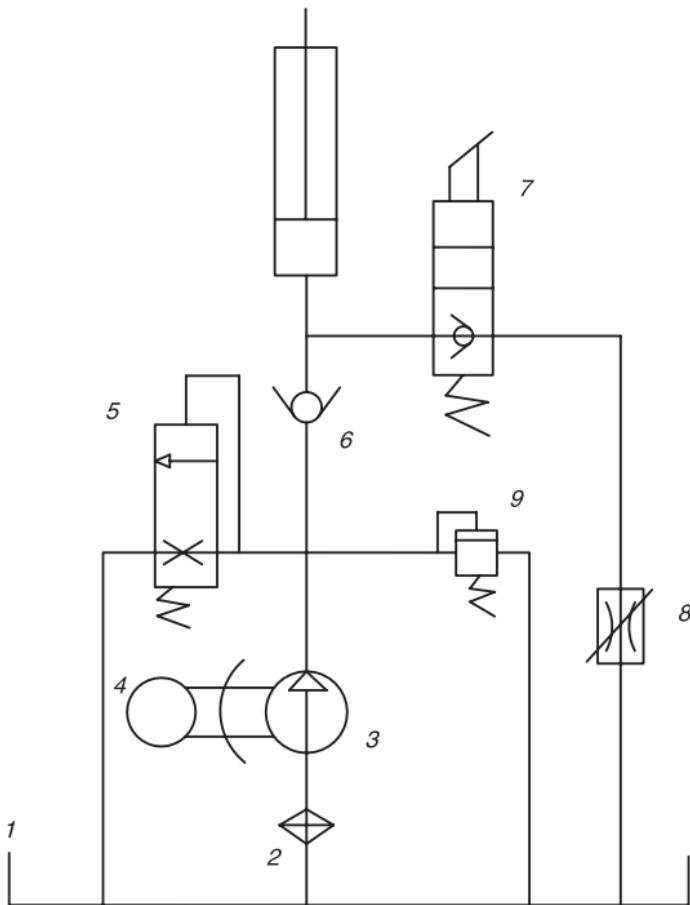

Рисунок 3 – Гидравлическая схема
- После того, как каркас подъёмника смонтирован, подключите гидравлическую силовую установку (рис. 3) и электропитание (рис. 2).